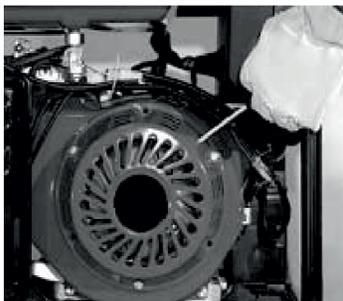

Рис. 12
- Для пуска электростанции медленно потяните за рукоятку ручного стартера до появления ощутимого сопротивления (Рис. 12), затем резко дерните рукоятку на себя и, не отпуская, плавно верните ее в исходное положение. Если двигатель не запустился, повторите действие еще раз, пока двигатель не запустится.